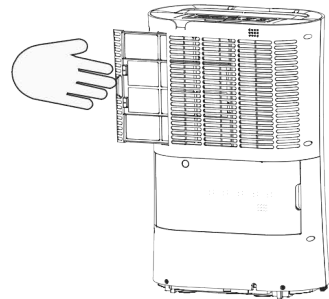

Abb. 6
3. Bauen Sie das Luftvorfilter (12) und den Einsatz des Kohlefilters (14) aus, indem Sie die Teile unter dem Lufteinlassgitter (7) ausziehen (Abb. 6).